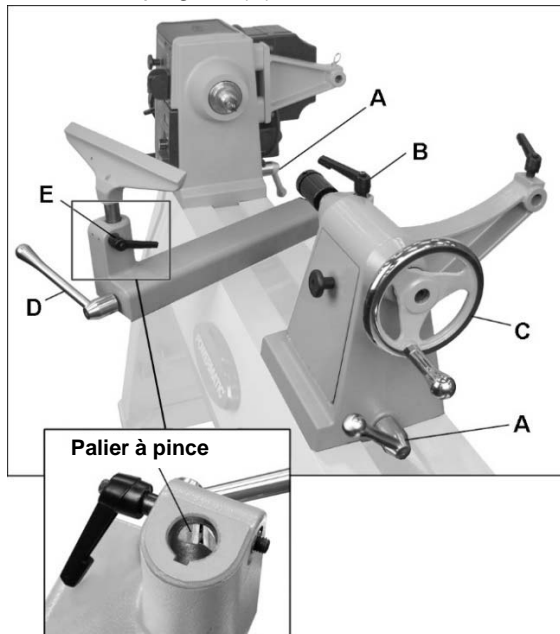

Figure 8-1 : poupée fixe, poupée mobile, support d'outils
Pour faire coulisser la poupée fixe ou la poupée mobile, faire pivoter la poignée de verrouillage (A, Figure 8-1) vers l'arrière ou vers l'avant jusqu'à ce que la poupée fixe ou la poupée mobile puissent glisser librement. Quand la poupée fixe/poupée mobile est positionnée, faire tourner la poignée de verrouillage jusqu'à ce qu'elle soit bien serrée.
Desserrer la poignée de verrouillage (B, Figure 8-1) pour faire avancer ou reculer le fourreau de la poupée mobile en faisant tourner le volant (C). Resserrer la poignée (B).
Desserrer la poignée de verrouillage (D, Figure 8-1) pour faire glisser la base du support vers l'avant ou vers l'arrière, et l'incliner sur le banc. Bien serrer la poignée de verrouillage avant d'utiliser le tour.
Desserrer la petite poignée (E, Figure 8-1). S'assurer que les bagues de serrage (figure 8-1) sont correctement positionnées pour soutenir le montant du support d'outil.
Les poignées de verrouillage, comme en B, Figure 8-1, peuvent être tournées dans une position plus pratique. Soulever la poignée, la tourner sur la broche, puis la relâcher, en s'assurant qu'elle est bien sur la broche.
2. Pour retirer une pointe, desserrer la poignée de verrouillage (B, Figure 8-1) et retirer le fourreau en tournant le volant dans le sens antihoraire jusqu'à ce que la pointe bouge toute seule. Ne pas laisser la pointe tomber de la broche, car cela risque de l'endommager.